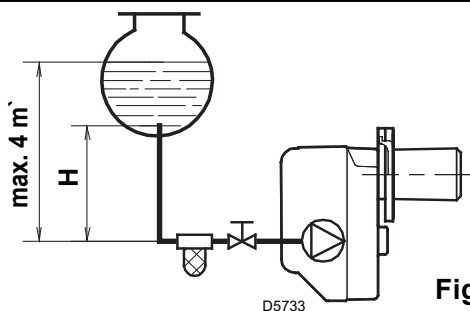
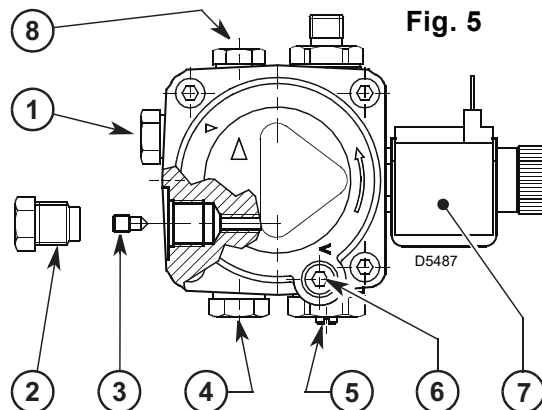

Fig. 6
Fig. 5
- De pomp is voorzien voor een installatie met twee leidingen. Draai bij één leiding de moer van de terugloopleiding (2) los, verwijder de by-pass schroef (3) en draai de dop (2) opnieuw aan, (zie Fig. 5).
Bij een installatie zoals in Fig. 6, de vacuümmeteraansluiting (5, Fig. 5) losdraaien tot er brandstof ontsnapt.
De pomp verlaat de fabriek afgesteld op 12 bar. Deze regeling kan worden aangepast met de schroef (4, Fig. 5, blz. 4).